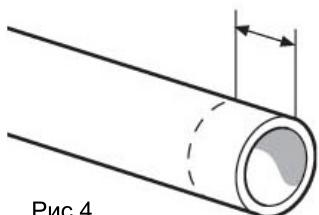

Рис.4
- **Соединение деталей между собой:** снимите одновременно детали с матрицы и патрицы и соедините между собой до отмеренной отметки (см. Рис.4) с выдержкой до отвердения оплавленного материала. Данная операция должна быть выполнена аккуратно за несколько секунд (см. табл.2,3).